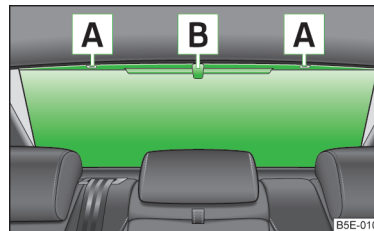

Abb. 42
- › Den Griff **B** » Abb. 42 fassen.